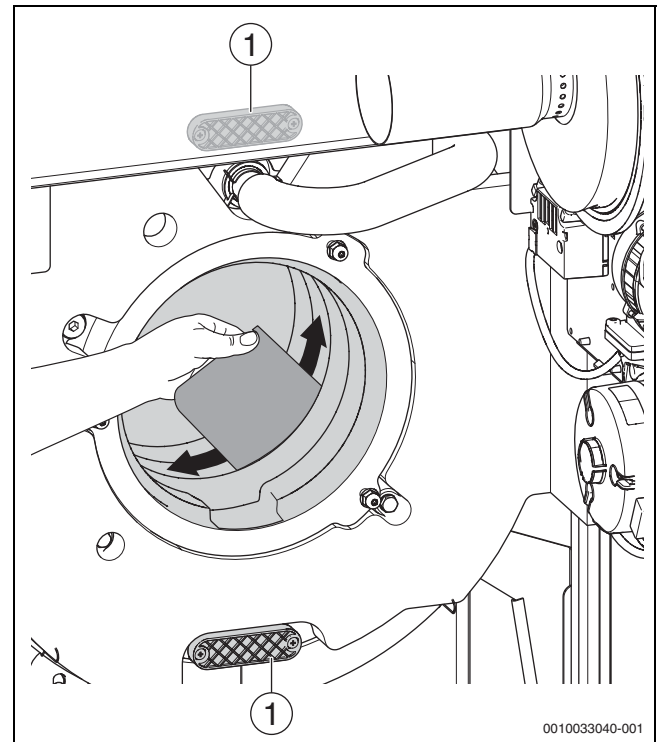

Bild 83 Heizgasspalte mit Reinigungsspachtel reinigen
- Befestigungsschrauben der beiden Reinigungsdeckel (→ Bild 83, [1]) entfernen.
- Heizgasspalte mit Reinigungspachtel reinigen (→ Bild 83). Hinweise zur Reinigung beachten!